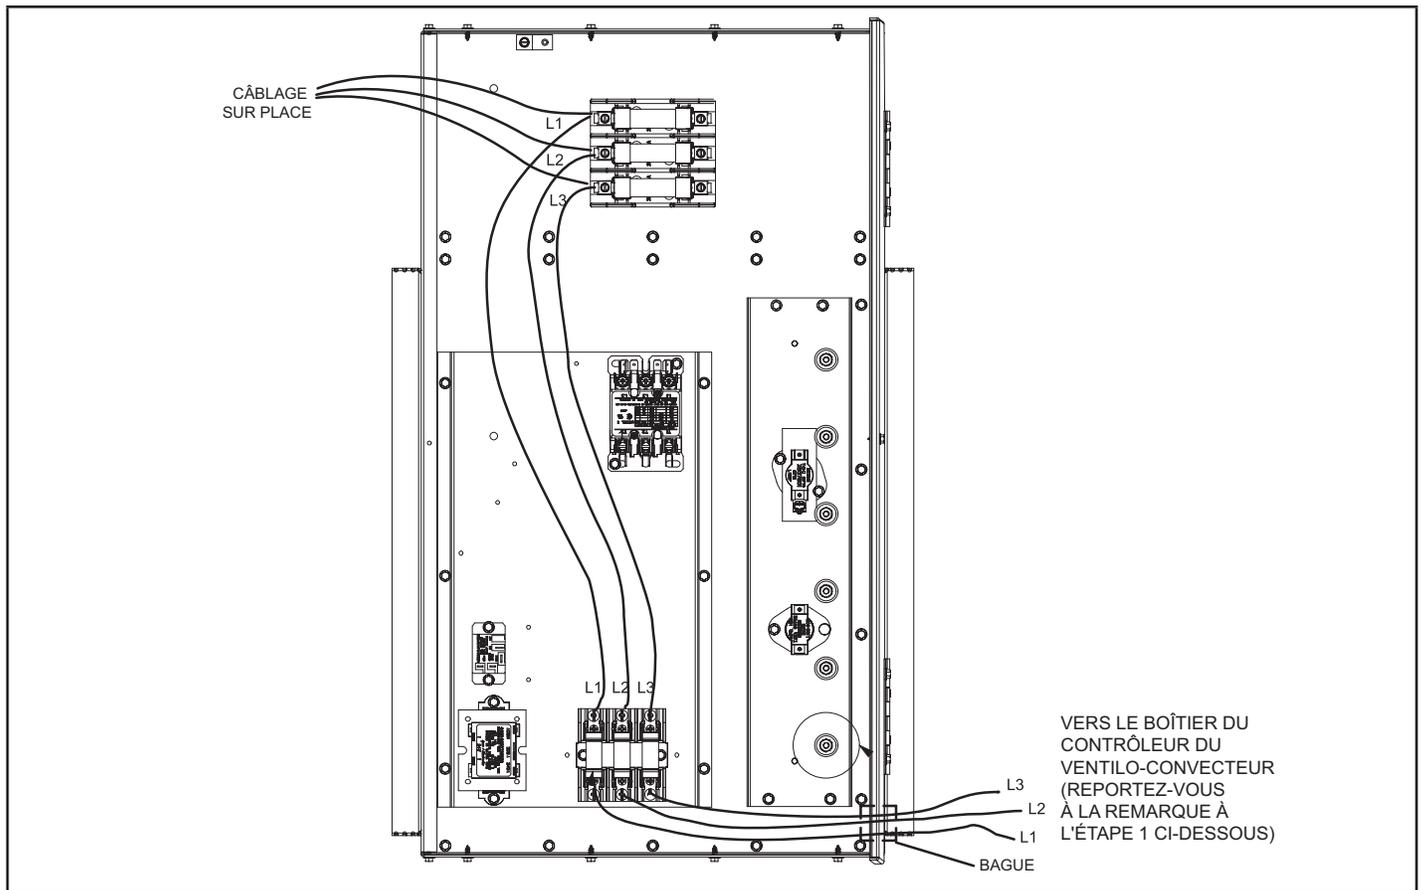

FIGURE 6. Acheminement typique du câblage
- 1 – Faites passer le câblage d'alimentation du ventilateur-convecteur fourni à travers le passe-fil et la bague de 7/8 po, puis dans le ventilateur-convecteur, comme illustré à la Figure 6.